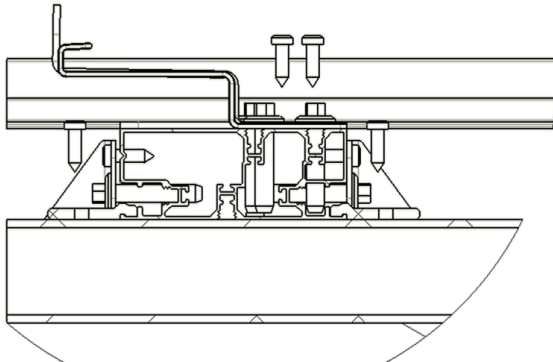

Abbildung 5 Befestigung und Verankerungstiefe
- Anmerkung: „**zwischen zwei Konterlatten**“ bedeutet, dass die Latte mindestens noch bis zur nächsten Konterlatte rechts und links der Montagestelle durchgehend- und vorschrittgemäss daran befestigt sein muss. Siehe Abbildung 5.